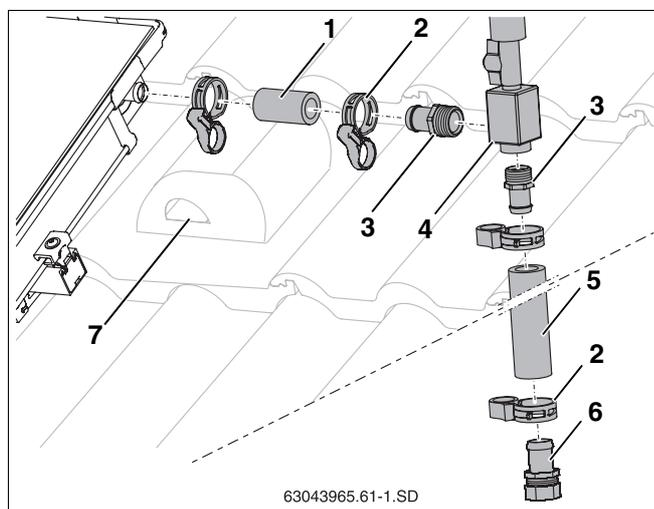

Рис. 57 Подключение воздушного клапана на крыше
- Надеть короткий шланг (55 мм, рис. 57, **поз. 1**) на штуцер подключения подающей линии коллектора и зажать пружинным хомутом.
- Завернуть наконечники R $\frac{3}{4}$ с кольцом (рис. 57, **поз. 3**) в воздухоосборник (рис. 57, **поз. 4**).
- До упора вставить наконечники (рис. 57, **поз. 3**) в шланги (рис. 57, **поз. 1** и **5**) и зажать пружинными хомутами (рис. 57, **поз. 2**).
- Вставить наконечник с зажимным кольцом (рис. 57, **поз. 6**) в шланг солнечного коллектора до упора и зажать пружинным хомутом.
- Провести шланг солнечного коллектора вместе с кабелем датчика через черепицу с вентиляционным отверстием (рис. 57, **поз. 7**) и изоляцию кровли.
- Подключить сборную линию к наконечнику шланга с зажимным кольцом (18 мм) (рис. 57, **поз. 6**).